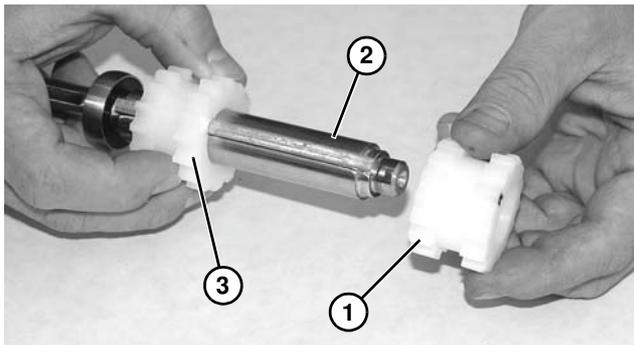

Abbildung 56
3. Das/die frei bewegliche Kettenrad/Kettenräder (**Abbildung 56, Teil 1**) vom Ende der Treibrolle (**Abbildung 56, Teil 2**) schieben.
4. Lage des festen Kettenrads (**Abbildung 56, Teil 3**) messen, Stellschraube lösen und festes Kettenrad ausbauen.